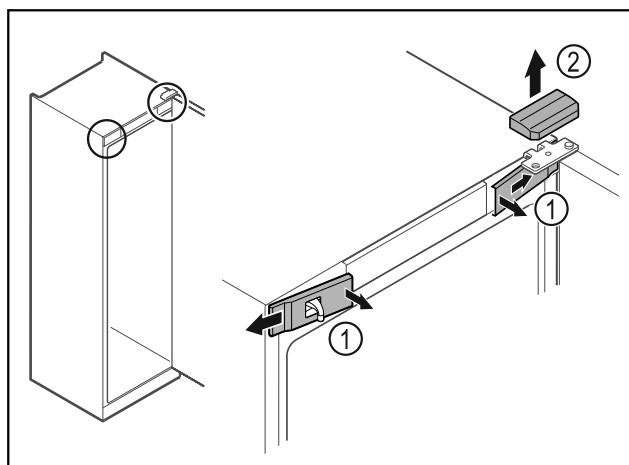

Fig. 14
- Voorste afdekkingen Fig. 14 (1) binnen ontgrendelen en naar de zijkant toe verwijderen.
- Bovenste afdekking Fig. 14 (2) naar boven toe verwijderen.